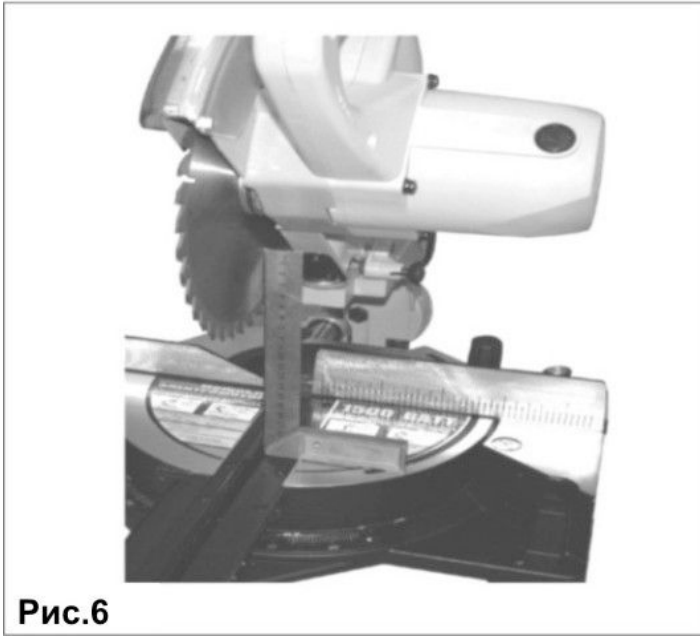

Рис.6
Ослабив винт фиксации горизонтального перемещения пилы (19), Рис.26, переведите пилу в заднее положение, Рис.6. Для регулировки положения 90° ослабьте стопорную гайку болта (25), Рис.7а, и, используя угольник, установите угол 90° вращением болта (25), совмещая указатель шкалы (26), Рис.7б, с делением 0° на шкале угла наклона (27), Рис.7б. Зафиксируйте стопорную гайку болта (25), Рис.7а.